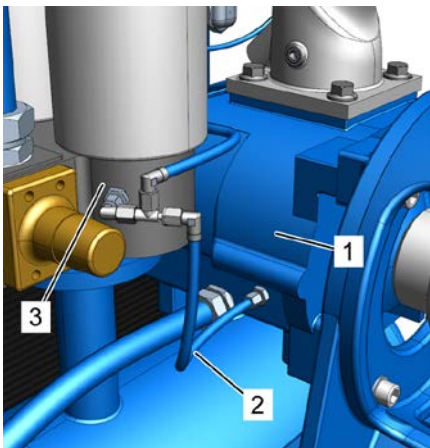

Рис. 47: Обратный трубопровод
- Отсоедините обратный трубопровод (Рис. 47/2) на корпусе сепаратора (Рис. 47/3) и ступени компрессора (Рис. 47/1).
6. Очистите обратный трубопровод (Рис. 47/2) и сопло, при необходимости замените их оригинальными запчастями (☞ Приложение D «Список запчастей» на странице 131).
7. Снова установите сопло и обратный трубопровод (Рис. 47/2) на место и затяните резьбовые соединения (☞ Приложение B «Моменты затяжки винтов» на странице 126).